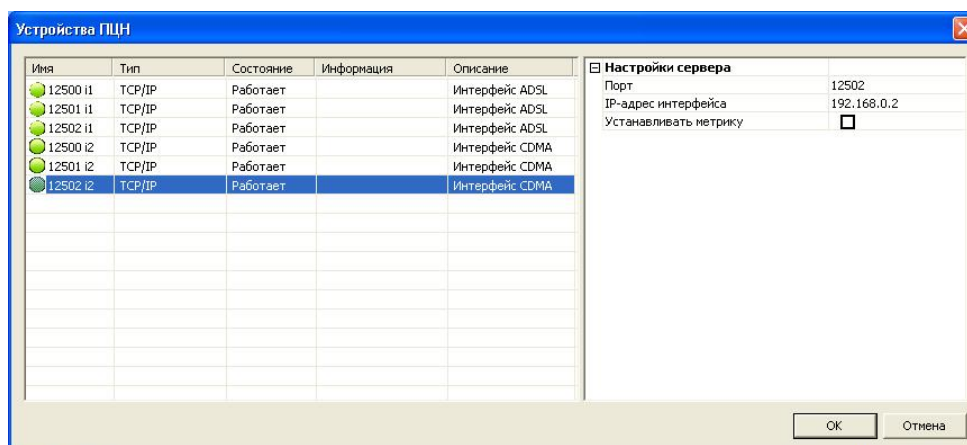

Рис. 4.8.8. Настройка параметров приёмных устройств Сервера ПЦН
Для приёма событий по двум сетям необходимо в программе *Администратор* создать на каждый порт, из диапазона входящих портов, от двух до четырех приёмных устройств *Сервера ПЦН*, с разными интерфейсами (IP) (рис. 4.8.8). В качестве первого интерфейса (IP) укажите собственный IP-адрес сервера ПЦН сети ADSL-модема, в качестве второго – собственный IP-адрес сервера ПЦН сети CDMA-модема (табл. 8).